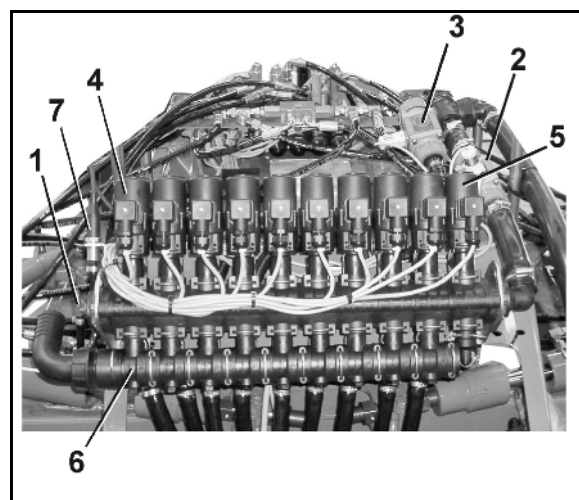

Рис. 97
| <ul style="list-style-type: none"> (1) Штанги опрыскивателя с распределительными трубопроводами (здесь: сложенные секции штанг опрыскивателя) (2) Транспортный фиксатор-скоба (3) Параллелограммная рама для регулировки высоты штанг опрыскивателя. | <ul style="list-style-type: none"> (4) Защитная трубка форсунок (5) Распорка (6) Фиксатор внешних консолей, см. на стр. 114 (7) Компенсатор колебаний, см. с. на стр. 116 (8) Клапан и переключающий кран системы DUS (9) Арматура штанг, см. Рис. 97 (10) Устройство для наружной мойки |